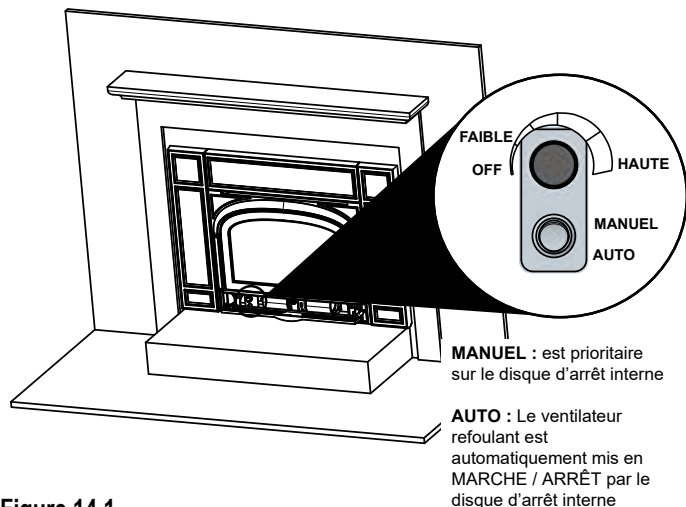

Figure 14.1
1. Le ventilateur s'enclenche et s'arrête automatiquement lorsqu'il est réglé sur la position AUTOMATIQUE (AUTO) (Figure 14.1).